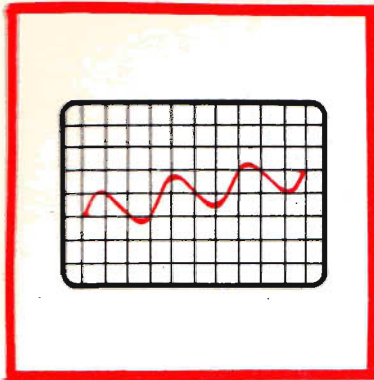

Fig. 2 - Diagramma del segnale di bassa frequenza del canale di sinistra.
**Fig. 2 - Cablaggio su circuito stampato dell'apparato per luci psichedeliche. Le tre resistenze semifisse (trimmer potenziometrici) potranno essere sostituite con altrettanti normali potenziometri, in modo da ottenere un controllo rapido del livello del segnale da inviare a ciascun canale. Il valore di questi tre componenti (R1-R3-R5) può oscillare fra i 1.000 e i 5.000 ohm. Le alette di raffreddamento dei diodi SCR svolgono un duplice compito: dissipazione del calore e collegamento con l'anodo del componente.**
Supponiamo, ad esempio, che il canale sinistro risulti composto da una nota sinusoidale alla frequenza di 3 KHz, mentre quello destro risulti composto da una nota, anch'essa di forma sinusoidale, ma alla frequenza di 1 KHz; questi due segnali sono rappresentati nelle figure 2 e 3.
Il segnale S + D, cioè il segnale somma dei due segnali rappresentati nelle figure 2 e 3, è stato riprodotto in figura 4.